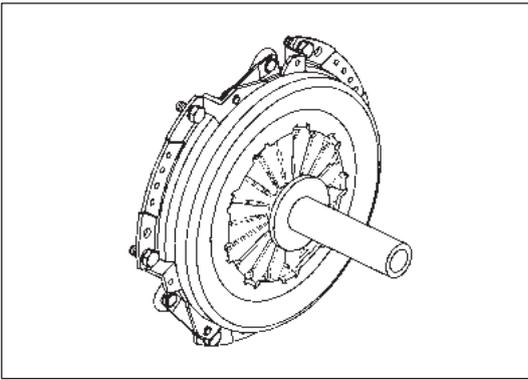

Рис. 14-1-6. Установка кожуха сцепления
(1) При помощи специального инструмента (СИП) установить сцепление на задней стороне маховика, как изображено на Рис. 14-1-6.